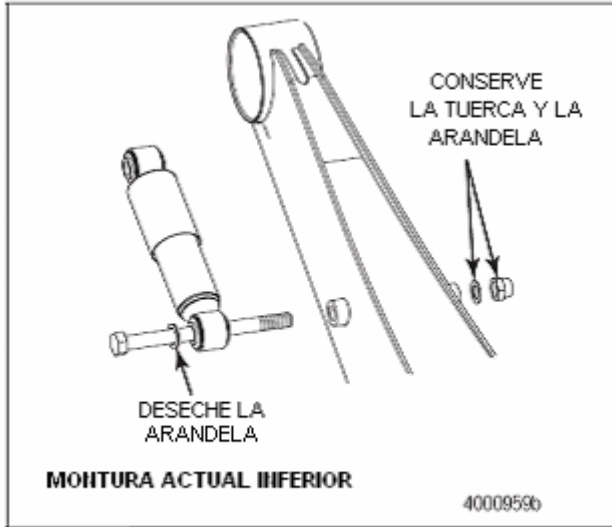

Figura 9.29
5. Remueva la tuerca de 7/8-pulgada (22.23 mm) y la arandela de 7/8-pulgada x 1 -3/4-pulgada O.D. (22.23 x 44.45 mm) del montaje INFERIOR del amortiguador. No deseche esta arandela. Figura 9.29.
4. Remueva la tuerca de 7/8-pulgada (22.23 mm) y la arandela de 7/8 pulgada x 1 -3/4-pulgada O.D. (22.23 x 44.45 mm) del montaje INFERIOR del amortiguador. Remueva el perno inferior y la arandela del amortiguador. Deseche la arandela que está debajo de la cabeza de perno. Figura 9.29.